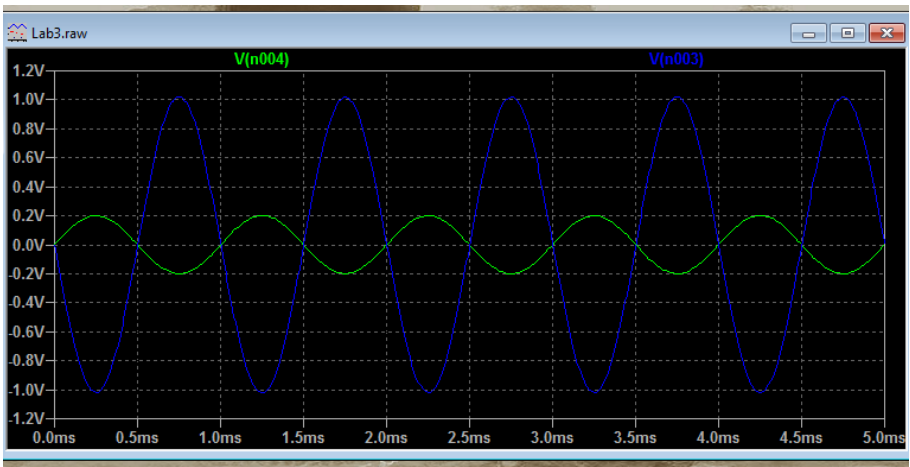

Рис. 3
3. Промоделювати роботу схеми. В якості результатів моделювання навести осцилограми вхідного та вихідного сигналів. Повинно получитися щось схоже на рис. 3. Показати, що вихідний сигнал в  $K_U$  разів більший за вхідний.